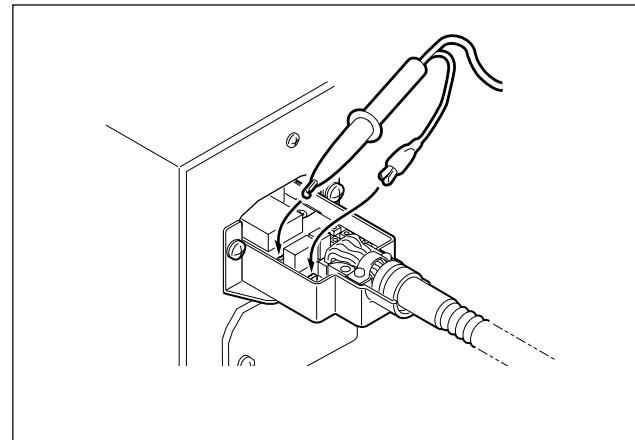

Abb. 4-5
④ Elektrische Einstellung
- ① Führen Sie den Vorverstärker in den Zähler ein, und schalten Sie den Zähler ein.
- ② Halten Sie eine Oszilloskopsonde an den PM-Kontakt der Vorverstärkerplatine, und klemmen Sie eine Erdklemme an die Steckverbinderschraube an. (Abb. 4-5)